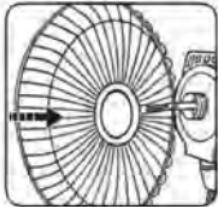

рис. 5
- Совместите направляющие на моторном блоке с соответствующими отверстиями на решётке (8) и установите заднюю решётку (8) на моторный блок, зафиксируйте её гайкой (7), поворачивая её по резьбе по направлению часовой стрелке (рис. 5, 6).